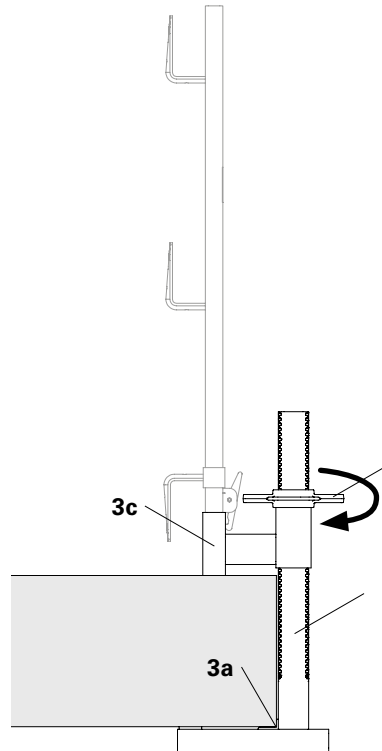

Fig. A2.06
- Slab: rectangular tube (**3c**), (Fig. A2.06)